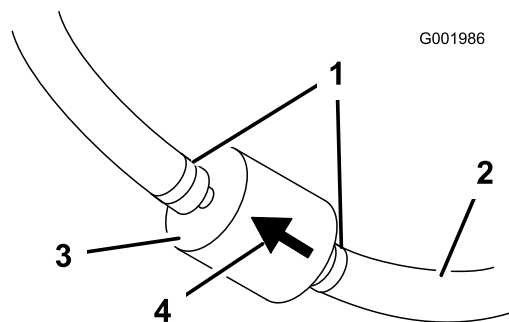

Figura 50
5. Apriete los extremos de las abrazaderas y deslícelas por el tubo alejándolas del filtro (Figura 50).